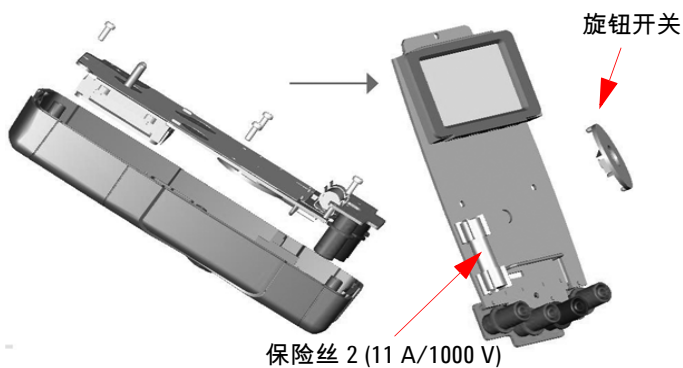

图 4-11 更换保险丝 2
- 5 如果要更换已损坏的保险丝 2，请先取下保险丝 1，然后再取下保险丝 2。拧松四个螺丝（如图 4-11 所示），从顶盖提拉并取下电路板。
- 6 通过撬松保险丝的一端，使其离开保险丝支架，轻轻取下已损坏的保险丝 2，请参阅图 4-11。